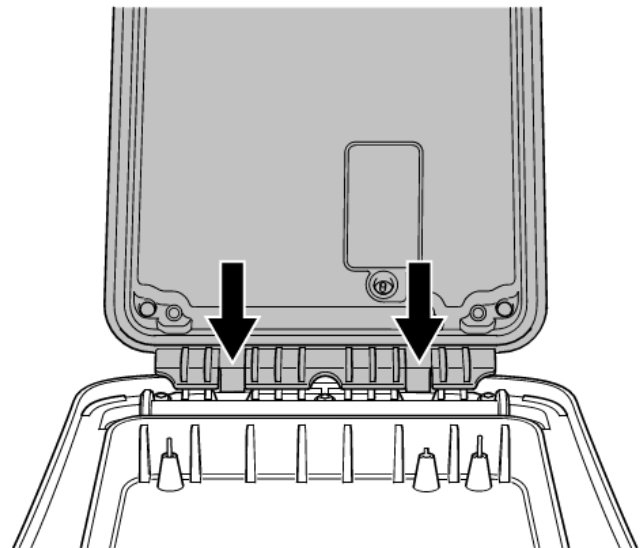

Abbildung 4.11: Akkusatz bzw. Batteriefach ausrichten und in Position drücken
- 4 Richten Sie die Sicherungsclips des Batteriefachs auf die entsprechenden Aussparungen am Sendergehäuse aus und rasten Sie es ein (Abb. 4.11)